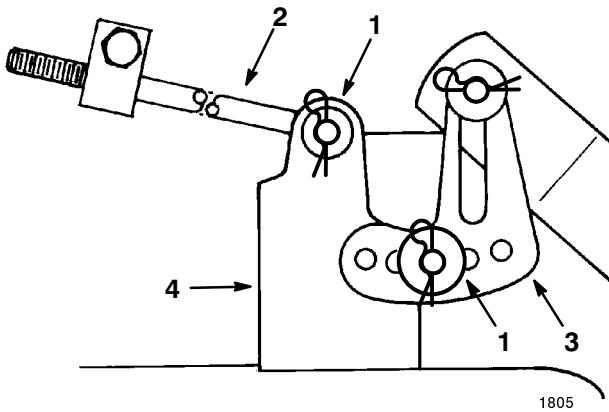

Bild 51
5. Entfernen Sie den Splint und die Scheibe vom Ausgleichsbügel (Bild 51). Bringen Sie zum Nivellieren der Schnittmesser den Ausgleichsbügel in einem anderen Loch an und montieren die Scheibe und den Splint wieder. (Bild 51). Durch ein vorderes Loch wird die Schnittmesserhöhe gesenkt und durch ein hinteres Loch angehoben. Wiederholen Sie diesen Vorgang an der anderen Schneidwerkseite.